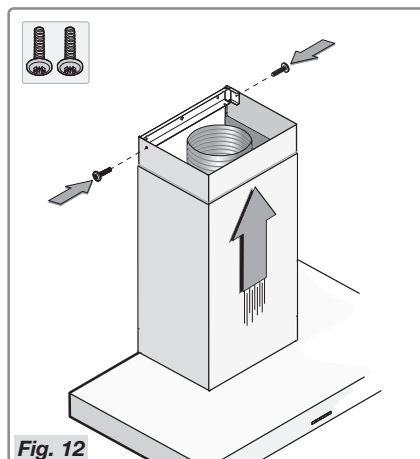

Fig. 12
- Plasser toppkanalen i bunnkanalen og sett dette på ovnshettens innfatning. Skyv toppkanalen mot braketten og fest den med de to skruene (Fig. 12).